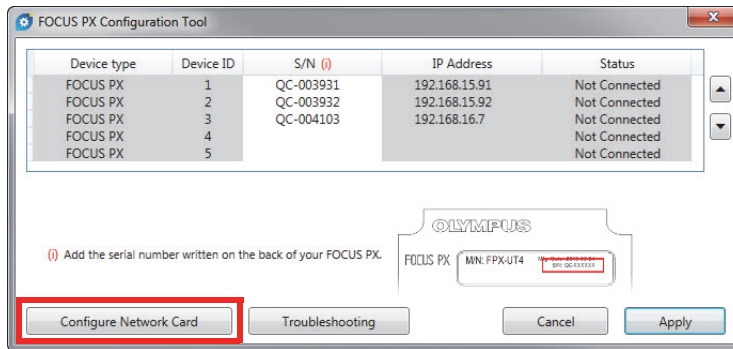

Рис. 5-2 Начало конфигурирования сетевой карты
3. Щелкните **Configure Network Card** [Конфиг. сетевую карту] (см. Рис. 5-2 на стр. 23).